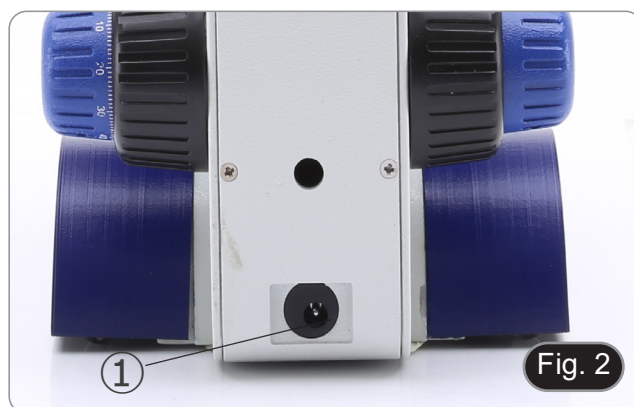

Fig. 2
4. Branchez la fiche d'alimentation électrique sur le connecteur ① situé à l'arrière de l'appareil. (Fig. 2)